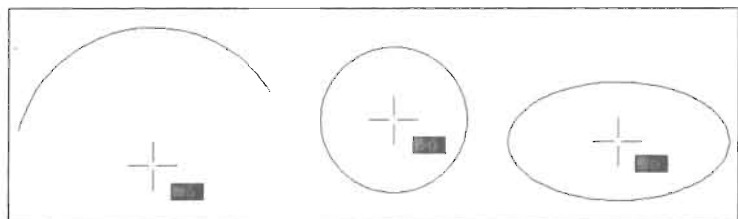

图 2-60
- 圆心：捕捉圆、圆弧、椭圆、椭圆弧的中心点，如图 2-60 所示。